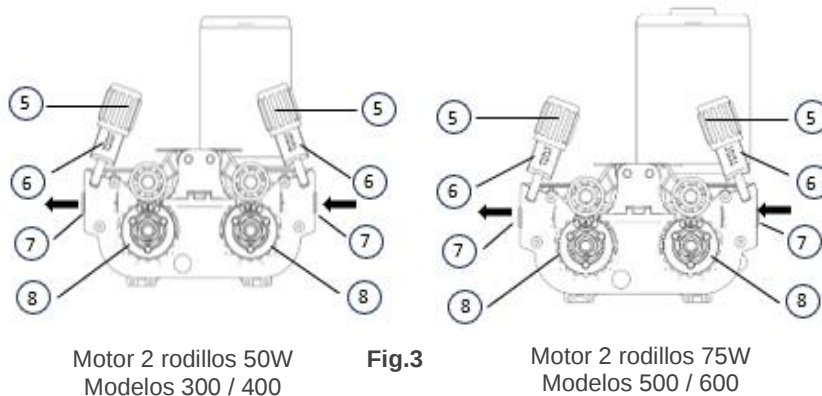
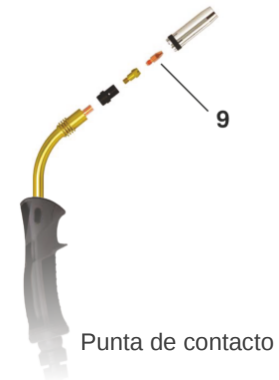

Fig.3
Fig.4
- Los rodillos (8- Fig.3) y la punta de contacto del soplete (9- Fig.4) deben corresponder al diámetro de hilo a utilizar.
- Conducir el hilo por los rodillos (8- Fig.3) y la guía del hilo (7- Fig.3) avanzándolo a la mano unos centímetros. Cerrar las palancas de tracción (6- Fig.3) verificando que el hilo está posicionado sobre la ranura del rodillo. Para ajustar la presión de las palancas de tracción sobre el hilo debe apretarse cuidadosamente el tornillo de regulación (5- Fig.3) hasta verificarse que el hilo avanza. Este ajuste debe ser completado con la máquina en funcionamiento evitando ajustes muy forzados que provocan aplastamiento del hilo.